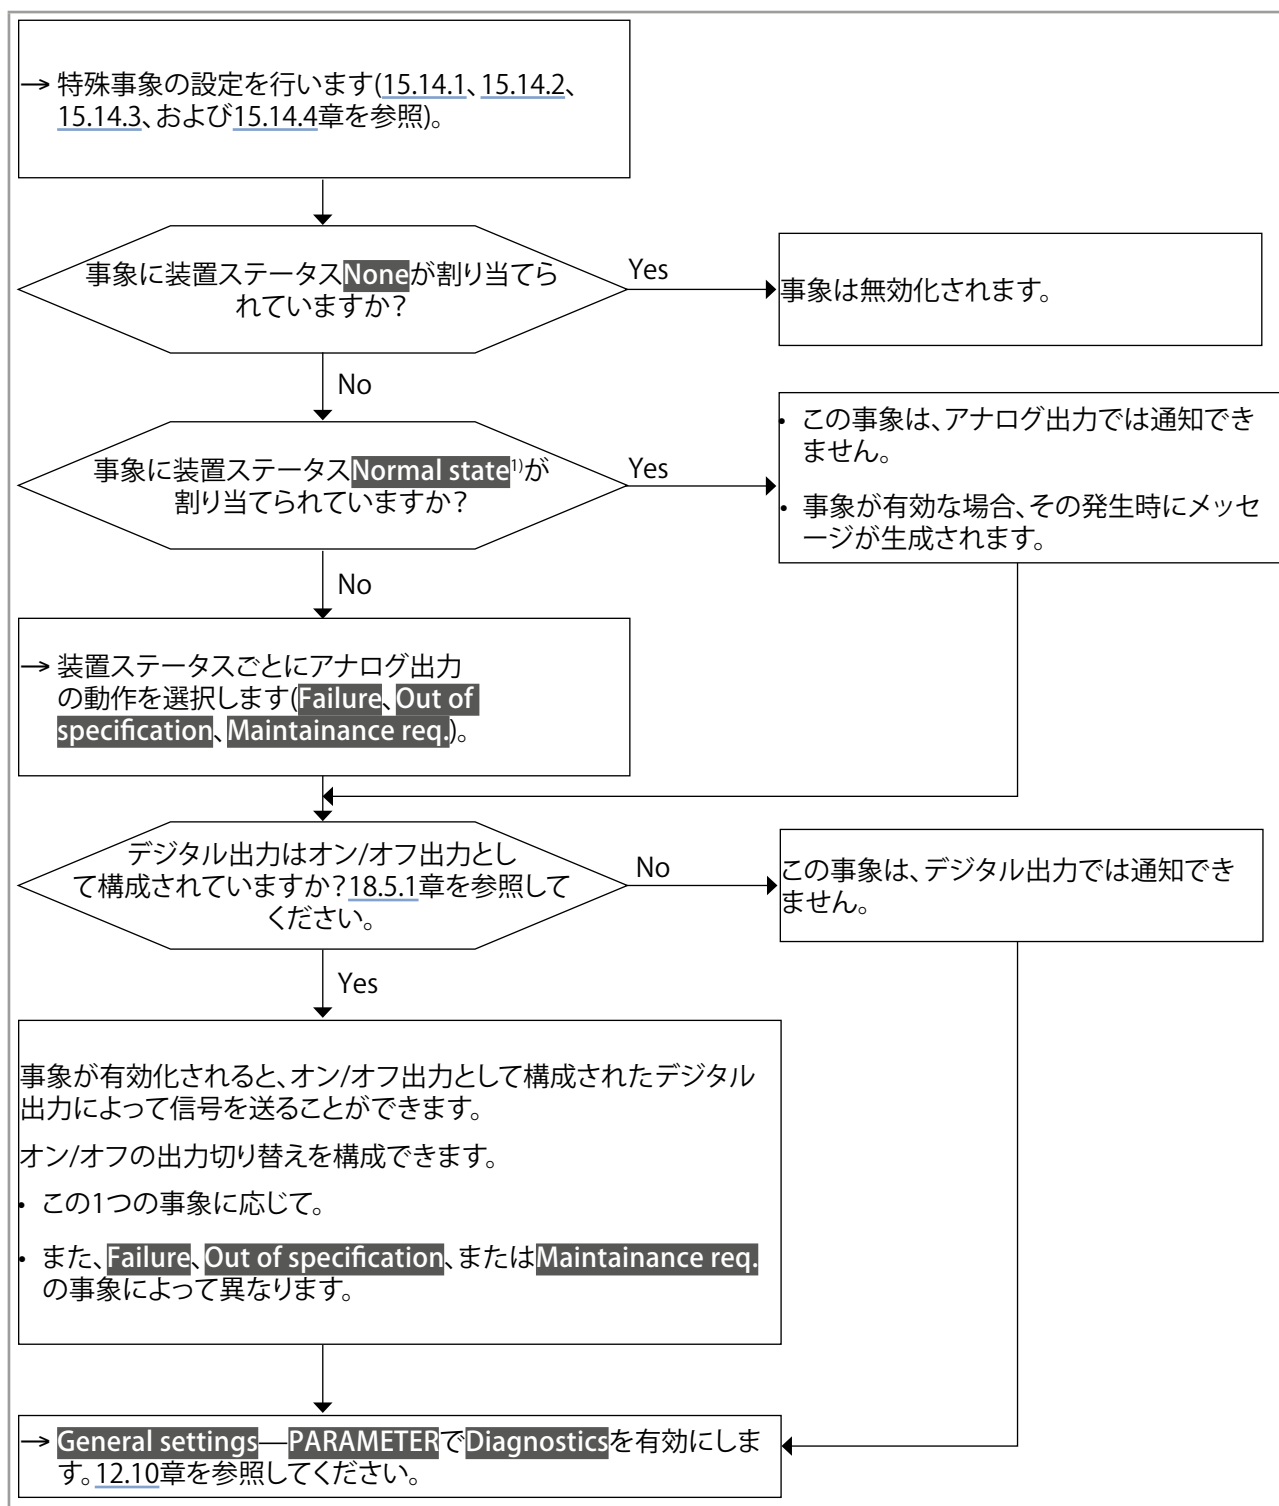

図 64: フローチャート: 診断機能の設定
- プロセス、センサー、または電子回路で特定の事象が発生したときに通知を受けるには、240 ページの図 64 のフローチャートに示すように診断を構成します。